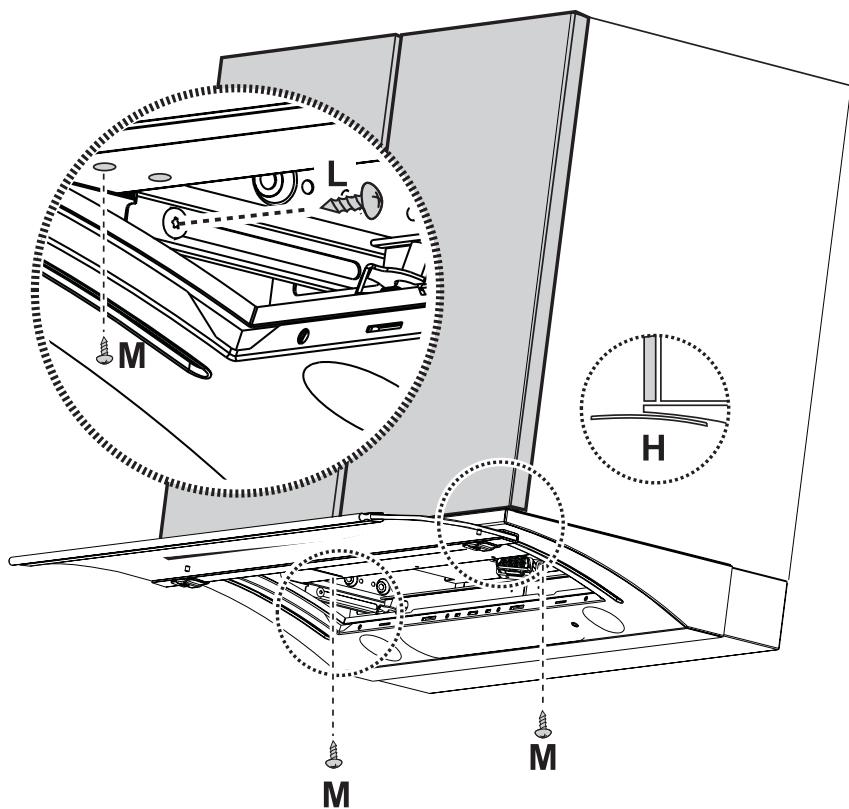

Fig. 7
7. Verschieben Sie die Blende, bis sie mit dem Hängeschrank fluchtet (**H** - Abb. 7). Fixieren Sie sie mit 2 Schrauben (eine pro Seite - **L** - Abb. 7 - Zum Einführen der Schrauben ist erst die Filterabdeckung zu entfernen, worauf die Schrauben in die auf den Führungsleisten des Mantels befindlichen Einsätze eingeschraubt werden können).
8. Die Blende mit 2 Schrauben **M** am Hängeschrank befestigen (Abb. 7, hierzu zwei der vier bestehenden Bohrungen verwenden) und prüfen, dass die Schrauben richtig greifen.
7. Adjust the drawer so that the front is aligned with the wall cupboard (**H** - Fig. 7), then secure the drawer with 2 screws (one each side - **L** - Fig. 7 - To fix these two screws, remove the filter grille and screw them onto the inserts that are fixed on the casing guides).
8. Fix the drawer to the cupboard with 2 screws **M** (fig.7), using two of the 4 holes available and checking that the screws go through to the cupboard.